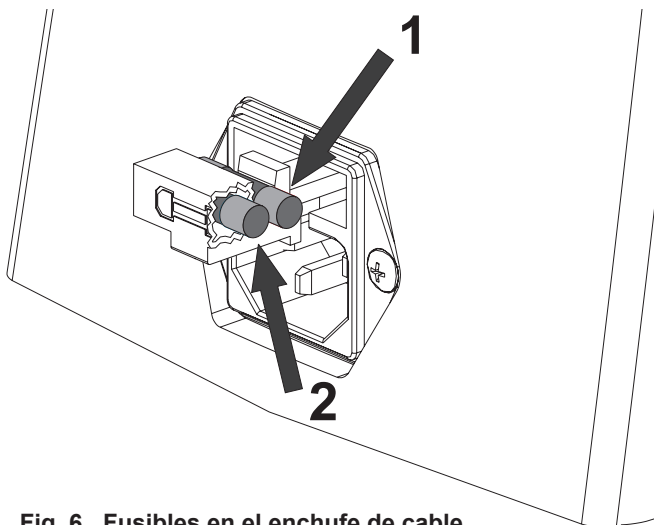

Fig. 6 Fusibles en el enchufe de cable.
- El fusible en el enchufe de cable (fig.6,1) no esté quemado. Si el fusible está defectuoso, es posible cambiarlo por el fusible extra (fig.6,2) también colocado en el enchufe de cable.